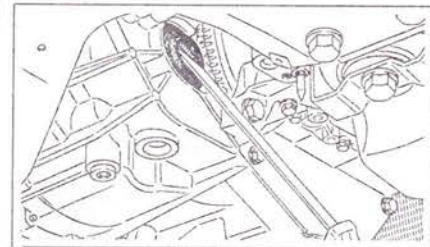

Рис. 5.32. Когда сальник повернется, снимите его.
8. Когда сальник повернется, снимите его (рис. 5.32). Не повредите при этом шлицы полуосевой шестерни.